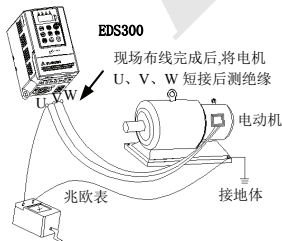

图 1-1 电机绝缘检查示意图
- (1) EDS300 系列变频器为电压型变频器，使用时电机的温升、噪声和振动与工频运行相比较略有增加，属正常现象。
- (2) 如果需要以低速恒转矩长期运行，必须选用变频电机。若使用一般的异步交流电机低速运行时，应监控电机温度或采取强制散热措施，以防烧毁电机。
- (3) 减速箱及齿轮等需要润滑的机械装置在长期低速运行时，可能由于润滑效果变差造成损坏，请事先采取必要措施。
- (4) 若超过电机额定频率运行时，除了考虑电机的振动、噪音增大外，还必须确保电机轴承及机械装置的使用速度范围，请务必事先确认。
- (5) 对于提升设备和大惯性之类的负载，变频器常会因产生过流或过压故障而跳闸，为保证正常工作，应考虑选配适当的制动组件。
- (6) 应通过端子或其它正常的命令通道对变频器进行起停控制。严禁在变频器输入侧使用接触器等强电开关直接频繁起停操作，否则会造成设备损坏。
- (7) 如果需要在变频器输出和电机之间安装接触器等开关器件，请确保变频器在无输出时进行通断操作，否则可能会损坏变频器。
- (8) 变频器在一定的输出频率范围内，可能会遇到负载装置的机械共振点，可设置跳跃频率来避开。
- (9) 使用前，应确认电源电压在允许的工作电压范围之内，否则应做变压处理或订购特种变频器。
- (10) 在海拔高度超过 1000 米的条件下，变频器应降额使用，每增加 1500 米高度输出电流约降低额定电流的 10%。
- (11) 电机在首次使用或长时间放置后再使用之前，应做电机绝缘检查。请使用 500V 电压型兆欧表按图 1-1 所示进行检查，绝缘电阻不得小于 5 MΩ，否则有损坏变频器的可能。